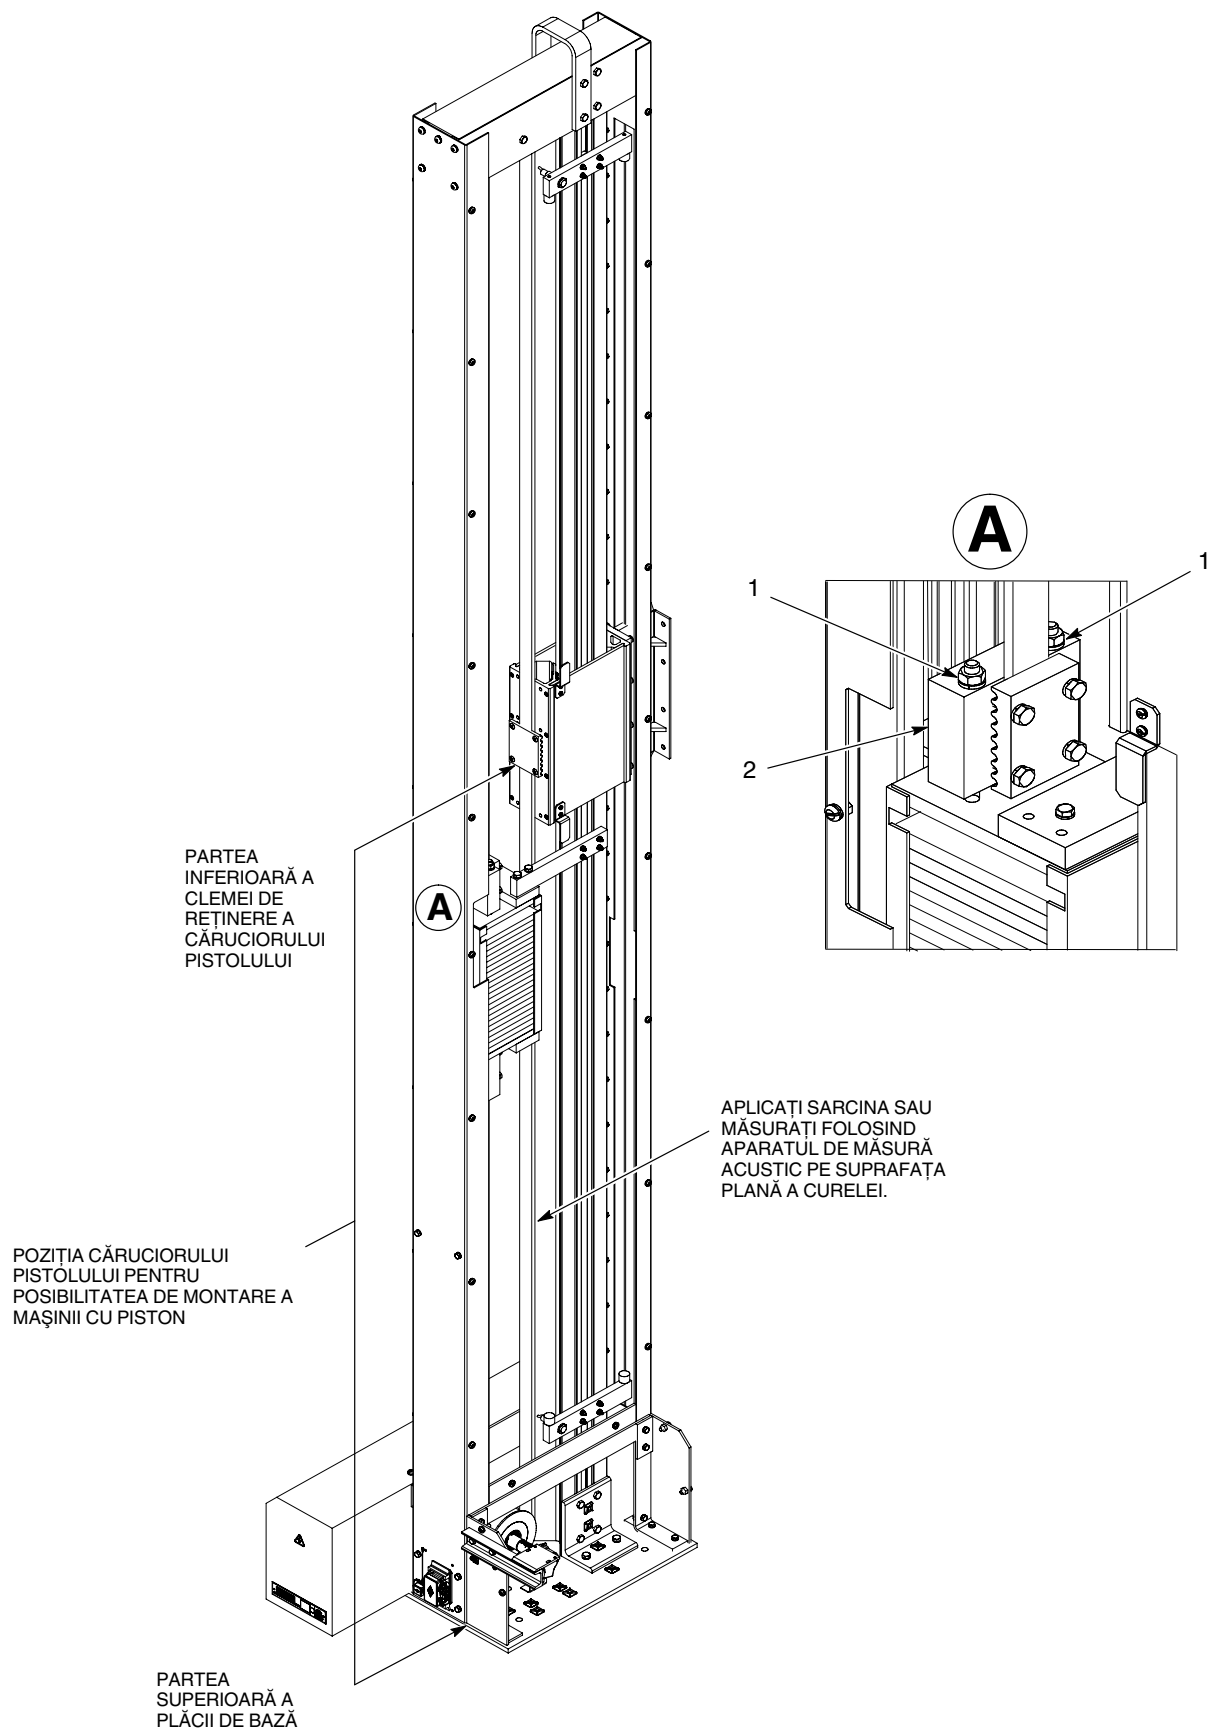

Figura 10 Reglarea tensiunii curelei
2. A se vedea Figura 10. Strângeți sau slăbiți în mod alternativ piulițele (1) de la partea superioară a opritorului curelei a roții de transmisie (2) până când se obține o valoare corespunzătoare.